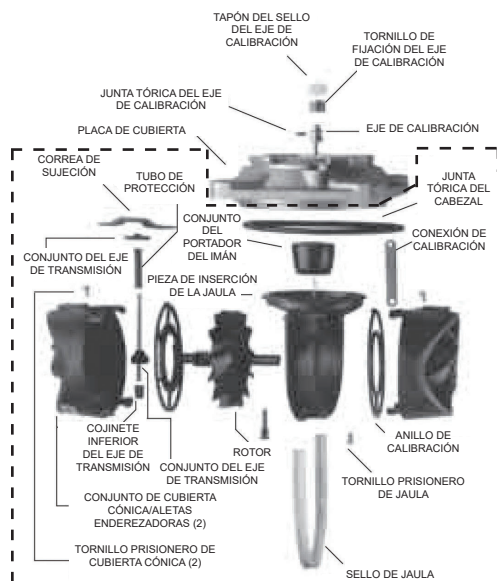
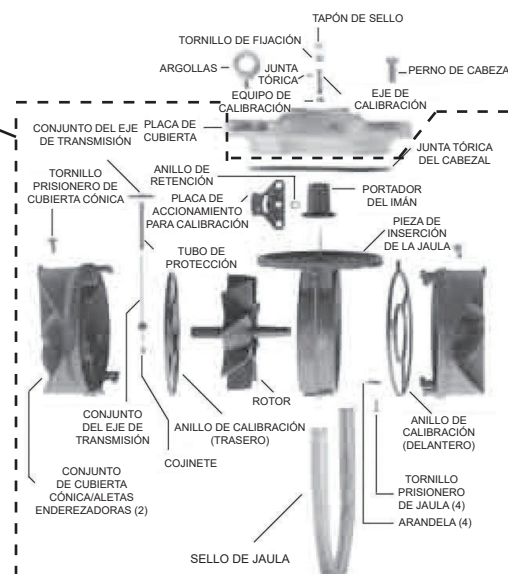
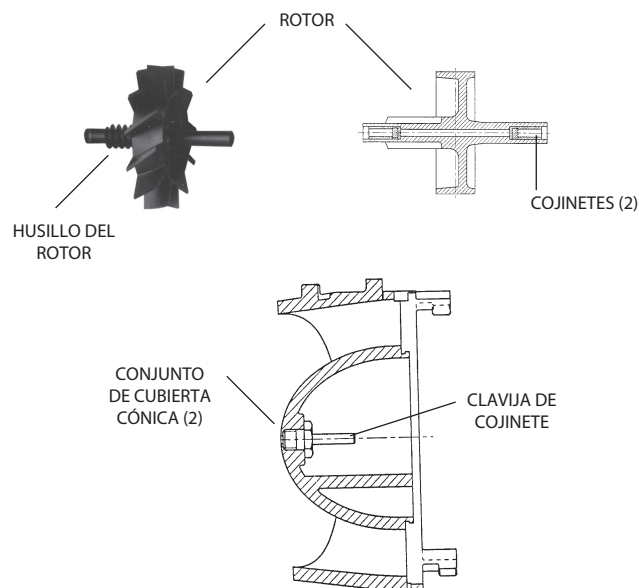

Figura 3: Conjunto del cabezal del medidor, medidores de 1-1/2...4 pulg.
Figura 4: Conjunto del cabezal del medidor, medidores de 6...12 pulg.
Figura 6: Conjunto de rotor y cubierta cónica (conjuntos de cabezal de turbo de 1-1/2 pulg., 2 pulg., 3 pulg., 4 pulg. y 6 pulg.).
2. Quite la cubierta haciendo girar el conjunto del registro en el sentido contrario al de las agujas del reloj hasta que se detenga. Esto proporciona holgura para poder levantarlo y quitarlo del conjunto del elemento de medición. Consulte en la Figura 3 y la Figura 4.
3. Para quitar el elemento de medición de la cubierta, quite el tapón del sello del eje de calibración y el tornillo de fijación (para los tamaños de 1-1/2...4 pulg.). Vea la Figura 3.
6. La pieza de inserción del elemento de medición se puede extraer de la placa de cubierta para tareas de reparación o sustitución quitando los tornillos de fijación de la jaula (cantidad de uno para 1-1/2...4 pulg., cantidad de 4 para tamaño de 6...12 pulg.). Consulte en la Figura 3 y la Figura 4.
1. Para extraer el portador del imán de la pieza de inserción del elemento de medición, levántelo de la clavija de acero inoxidable. Consulte en la Figura 3 y la Figura 4.
3. Quite la correa de sujeción (para 1-1/2...4 pulg. únicamente). Vea la Figura 3.
Las aletas enderezadoras son parte integral de los conjuntos de cubierta cónica aguas arriba y aguas abajo. Consulte en la Figura 3 y la Figura 4.
4. Para los medidores de 6...12 pulg., quite el anillo de retención que mantiene sostenida la placa de accionamiento de calibración, ubicada debajo de portador del imán. Consulte en la Figura 4 y la Figura 6. Quite la placa de accionamiento. Haga girar el anillo de calibración hasta que la clavija despeje la ranura de la jaula. Sostenga la cubierta cónica/aletas enderezadoras y hágala/s girar en el sentido de las agujas del reloj. Tire del conjunto de la cubierta cónica hacia afuera de la pieza de inserción del elemento de medición. Quite el conjunto del rotor.
Para desarmar el conjunto del anillo de calibración (vea la Figura 3, Figura 4, "Extracción del cabezal del medidor" en la página 10 y "Extracción de las aletas enderezadoras/cubierta cónica" en la página 11):
Verifique si el husillo y las aspas del rotor tienen signos de daños o desgaste. También revise los casquillos de los cojinetes en el eje delantero y trasero. Si aparecen daños o desgaste, reemplace el conjunto del elemento (vea la *Figura 6*). Si se detectan depósitos de agua, quite cualquier depósito mineral de las superficies de las aspas del rotor, el disco interior de la pieza de inserción de la jaula y las aletas de la cubierta cónica y las superficies de contacto.
Revise las clavijas de los cojinetes del rotor en el conjunto de aletas enderezadoras y cubierta cónica para detectar signos de daños y desgaste (vea la *Figura 6*). El extremo esférico de la clavija del rodamiento no debe mostrar ninguna línea de arrastre, puntos planos ni desgaste. Si la clavija del cojinete muestra alguna de estas condiciones, reemplace el conjunto del elemento.